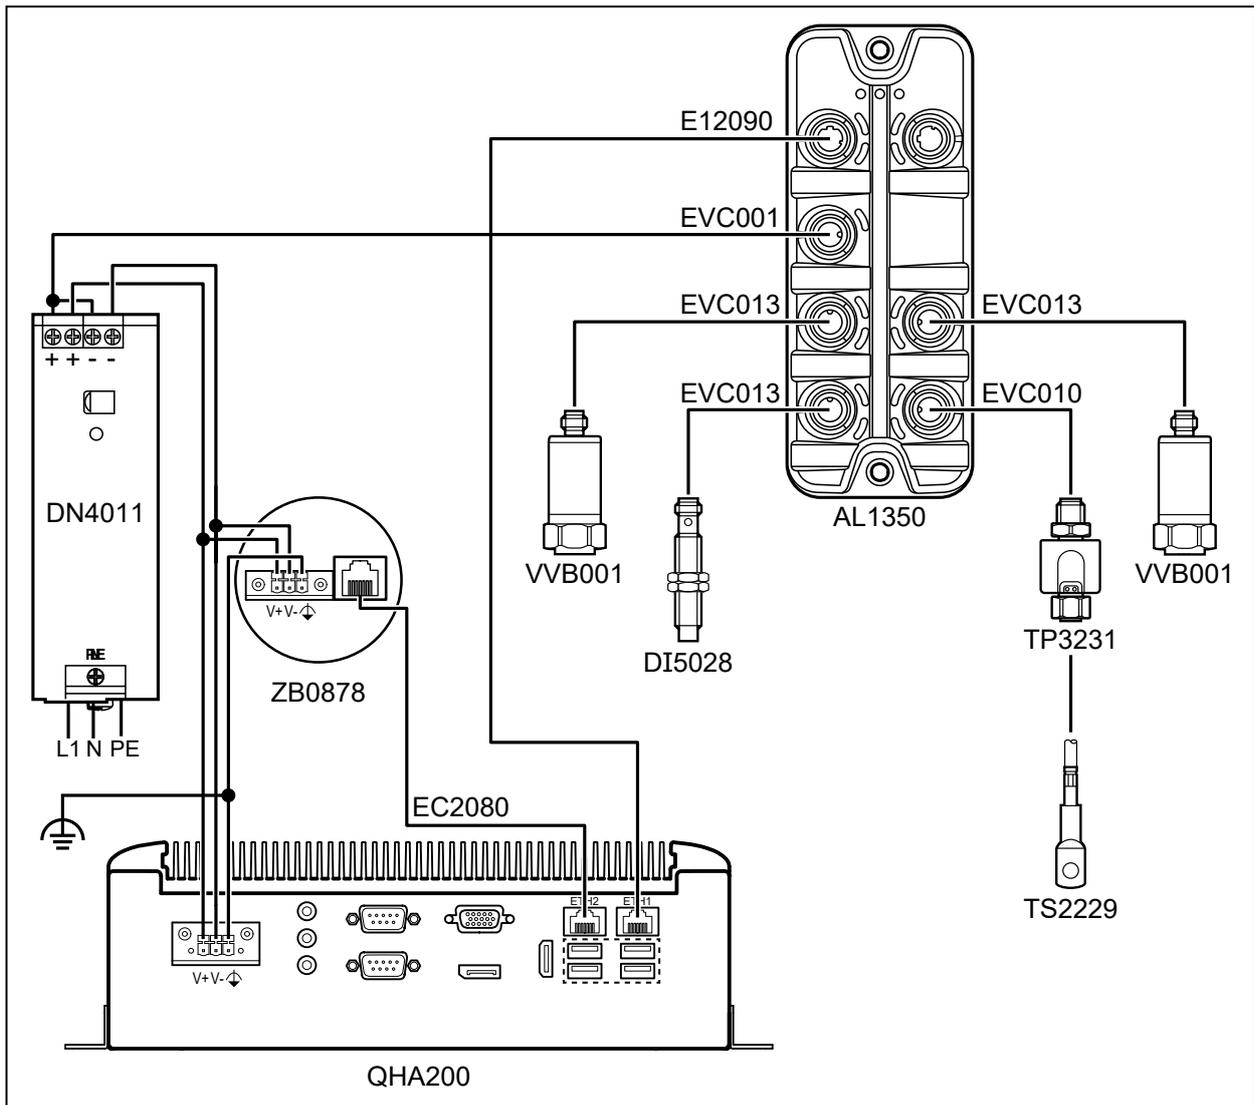

Fig. 1
- ▶ Conecte o AL1350 e ZB0878 via interface Ethernet com o QHA200, observando a atribuição de cada interface (→ Fig. 1).
Certifique-se de que o terra funcional (FE) esteja conectado (→ Fig. 1).